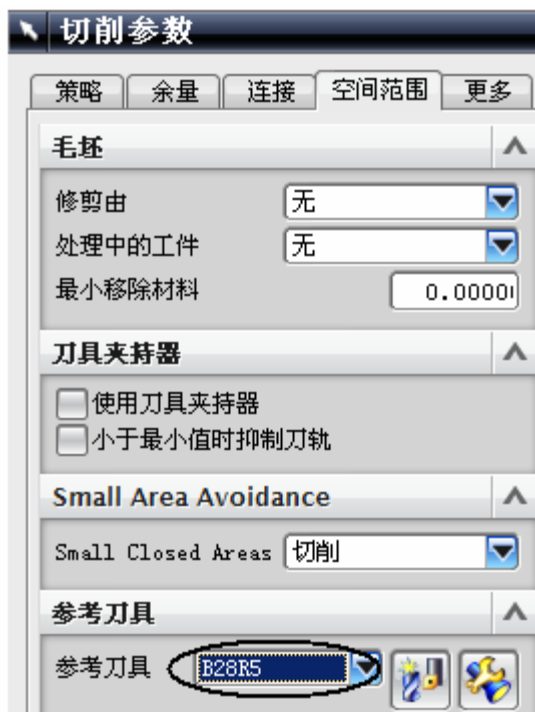

图 9-70
- 单击 , 设置如图 9-70 所示的切削参数, 其余参数使用默认值, 单击 OK。